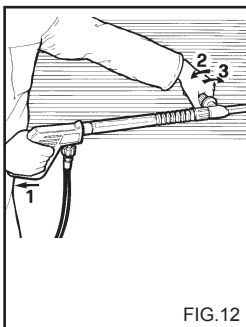
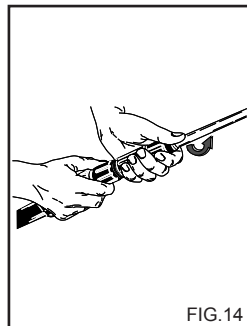

FIG.12
FIG.14
### BRUK AV DUBBELT MUNSTYCKET ELLER STÄLLBARTMUNSTYCKESHUVUD. (fig. 12)
2) Avlägsna förlängningen från handtaget och sätt i det dubbla sprutröret eller sprutröret med det reglerbara huvudet (fig.14). Sätt på rengöringsmaskinen, aktivera rengöringsmedlets suganordning på sprutröret (fig. 12, 13) och fördela det på ytan som ska tvättas nerifrån och upp.